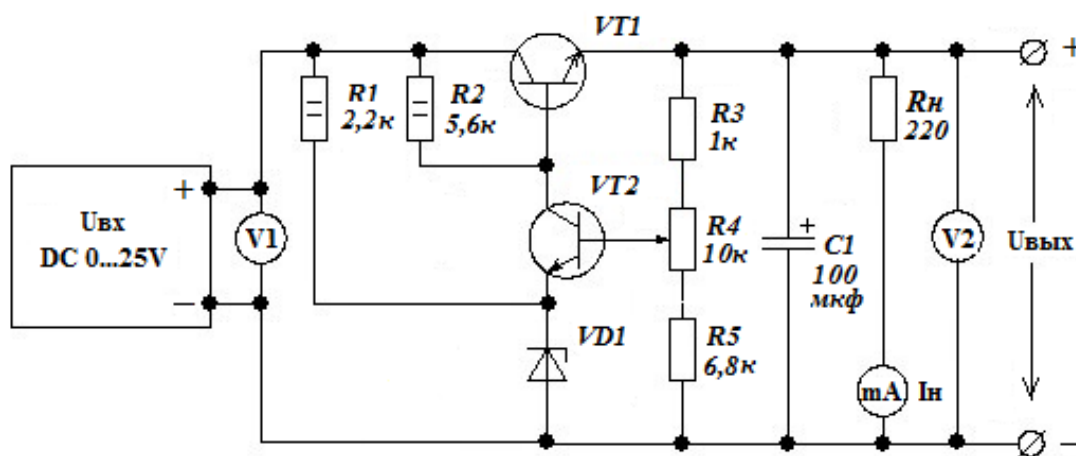

Рис. 1
Схема стабилизатора напряжения, показанная на рис. 1, соответствует классической схеме компенсационного стабилизатора с последовательным включением регулирующего элемента. Стабилизатор состоит из источника опорного напряжения (параметрический стабилизатор на $R1$, $VD1$), регулируемого делителя выходного напряжения ($R3$, $R4$, $R5$), усилителя сигнала сравнения ($VT2$) и регулирующего элемента ($VT1$). Работает стабилизатор следующим образом. При повышении выходного напряжения увеличивается напряжение база - эмиттер $VT2$, у него увеличивается ток коллектор - эмиттер и соответственно уменьшается напряжение на его коллекторе. Напряжение на базе $VT1$ уменьшается и он приоткрывается, уменьшая напряжения выхода стабилизатора. Если же напряжение выхода уменьшается, то напряжение база - эмиттер $VT2$ уменьшается, увеличивается напряжение на его коллекторе. Напряжение на базе $VT1$ увеличивается и он приоткрывается, увеличивая напряжения выхода стабилизатора. Потенциометр $R4$ позволяет изменять выходное напряжение стабилизатора.
2.1. Собрать схему стабилизатора, показанную на рис.1.